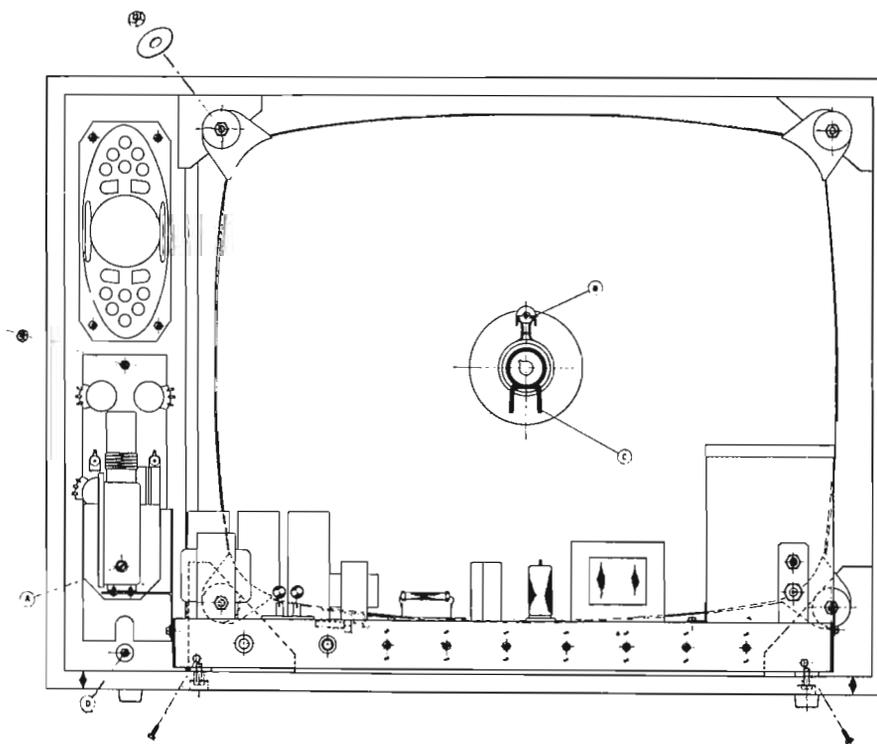

Fig. 3
In tal modo si può accedere al nucleo relativo la bobina oscillatrice, corrispondente al canale su cui è sintonizzato l'apparecchio e regolare opportunamente il nucleo stesso fino ad ottenere la sintonia esatta (fig. 3).
*Smontaggio e montaggio del telaio:* per togliere il telaio dal mobile è necessario asportare le due viti laterali sul piano posteriore del telaio e il dado che fissa il telaio porta comandi (fig. 3), sfilando i bottoni dei comandi frontali montati a pressione. Nell'effettuare l'operazione inversa occorre assicurarsi che le due spinette che si trovano nella parte anteriore dei cavallotti inferiori entrino negli appositi fori del telaio (fig. 2a).